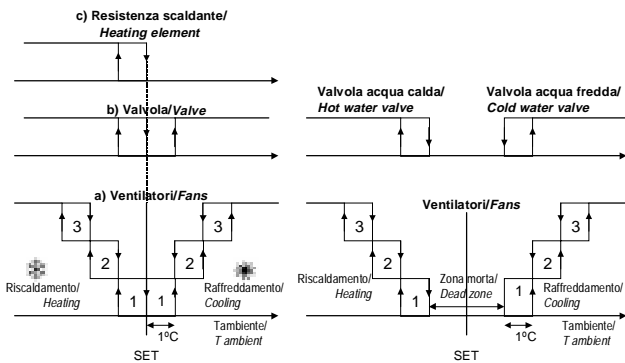

Fig. 2
**Micro2:** le uscite sono gestite nel modo riportato in Fig. 2. In particolare, se la sonda acqua è presente, il 4° relè è predisposto a gestire un'elettrovalvola (Fig. 2b) ed è subordinato al consenso del termostato di minima. Se invece la sonda acqua non è presente, il 4° relè è predisposto a gestire una resistenza riscaldante (Fig. 2c).
**Micro2:** the output are managed as shown in Fig. 2. In particular, if the water probe is present, the 4th relay can manage a solenoid valve (Fig. 2b) and is subordinated to the minimum temperature control. On the contrary, if the water probe is not present, the 4th relay can manage a heating element. (Fig. 2c).